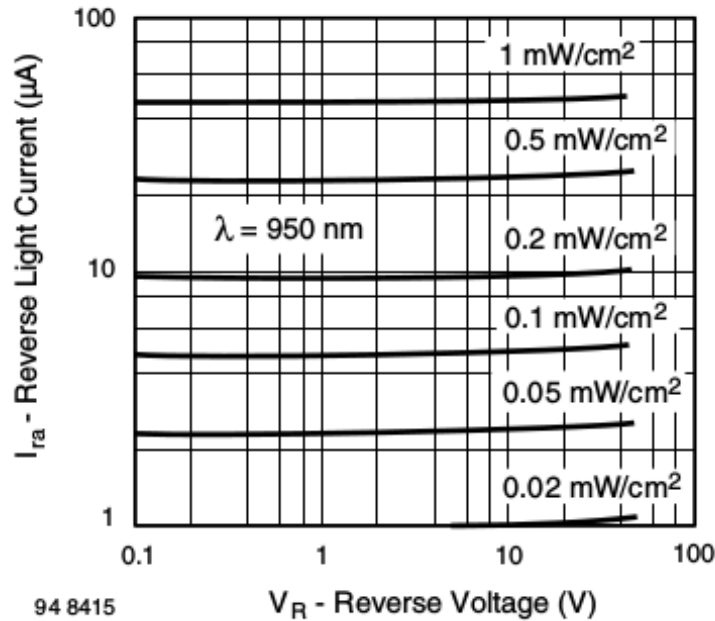

FIGURE 9 – Caractéristique statique $I_R = f(U_R)$ de la diode BPW83
La photodiode BPW83 est produite par Vishay Semiconductors. Sa caractéristique $I_R = f(U_R)$ est donnée dans la figure 9.
- Proposez un montage autour de la photodiode BPW83, avec une sensibilité adaptée. Pour cela, on se référera à la figure 9, en estimant la puissance reçue à partir de celle émise par la LED IR TSUS4300. *Note : 3 montages différents, au moins, sont possibles.*